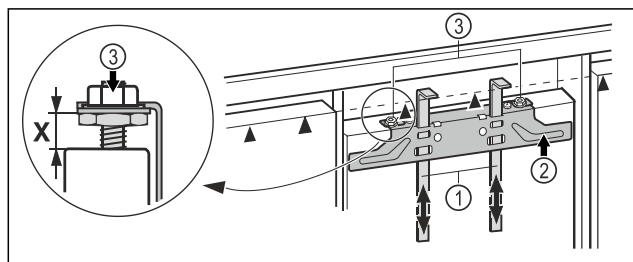

Fig. 41
- Shtyni lart ndihmëset e montimit Fig. 41 (1) në lartësinë e derës së mobilies. Buza e poshtme ndaluese ▲ e ndihmës së montimit = Buza e sipërme e derës së mobilies për montim.
- Lironi traversën e mbërthimit Fig. 41 (2) nëpërmjet kundërdadove Fig. 41 (3).